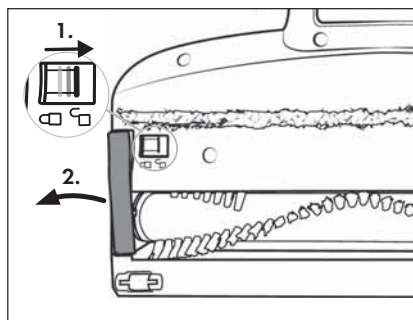

Fig. 29
- 2) Disimpegnare il rullo a spazzola **21** spostando lo sblocco del rullo a spazzola **19** con il dito verso destra e rimuovendo il supporto del rullo a spazzola **20** dalla spazzola per pavimenti **22** (vedere fig. 29).